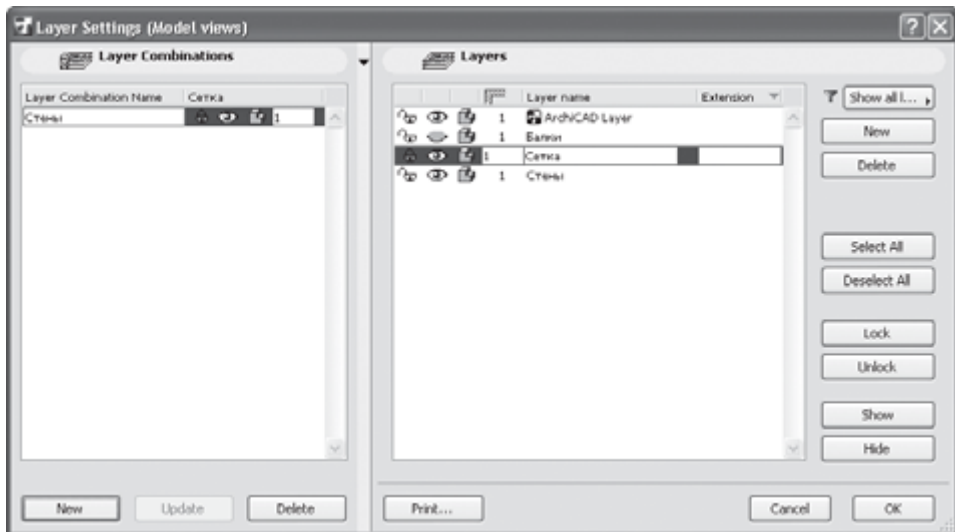

Рис. 7.3. Создание комбинации слоев
4. В появившемся окне введите имя Стены и щелкните на кнопке OK. Комбинация слоев для работы со стенами создана (рис. 7.3).